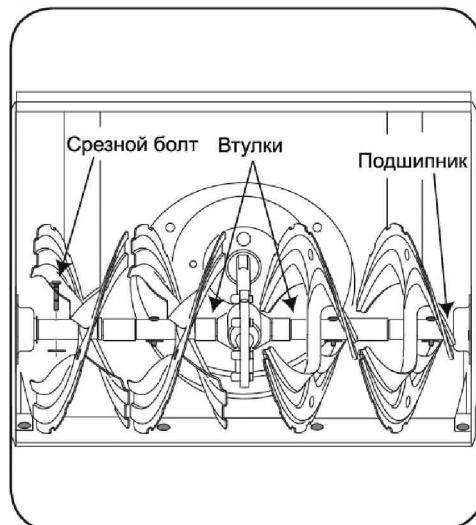

Рис. 19.
5. Вал привода шнека: Один и более раз в сезон снимайте срезные болты с вала привода шнека. Заправьте смазку в отверстия вала и вокруг втулок. Смажьте подшипники, расположенные с каждой стороны вала. См. Рис. 19.